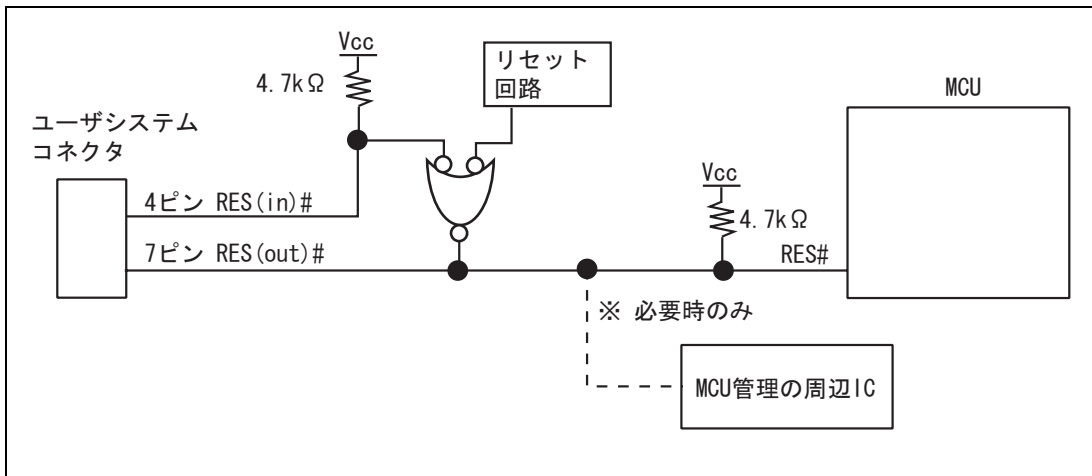

図 1.6 RES#端子の結線
3. ユーザシステムコネクタの4ピンのRES(in)#端子はE10A-USBエミュレータがMCUに対して出力する信号線です。ユーザ論理のリセット回路と4ピンのRES(in)#端子を図1.6のようにして、MCUのRES#端子に接続してください。また、ユーザシステムコネクタの7ピンのRES(out)#端子はE10A-USBエミュレータがMCUのRES#端子をモニタする信号線です。プルアップの上、ユーザシステムコネクタの7ピンに接続してください。また、MCUが管理する周辺ICでH8S CPUのリセット時にリセット処理が必要な場合、"※"で示したMCU管理の周辺ICにもRES#端子を接続してください。